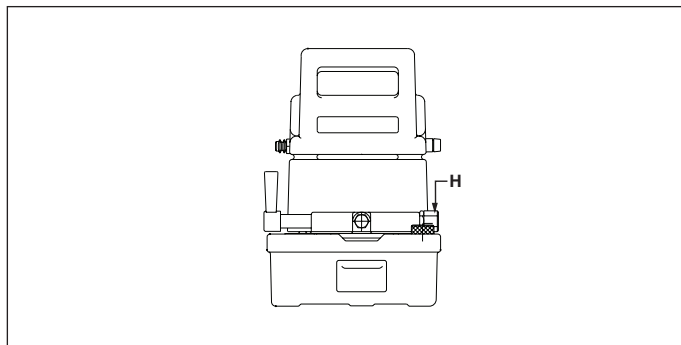

Figura 10
6.0 AJUSTE DE LA VALVULA DE ALIVIO (Figura 10)
Cómo ajustar la válvula de alivio (Figura 10)